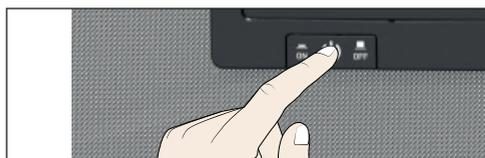

Fig. 22 Spegnere l'apparecchio
3. Spegnere l'apparecchio dall'interruttore principale (Fig. 22).